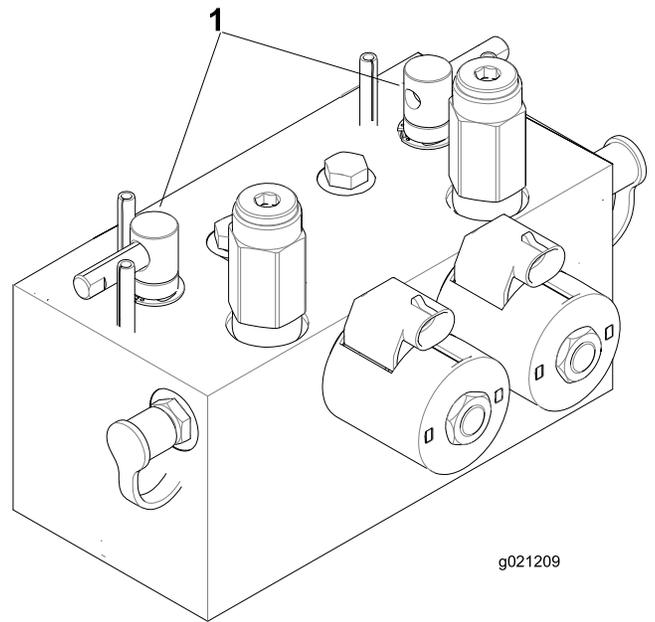

图79
2. 松开并提起座椅，露出倒磨控制杆（图79）。
5. 选择前、后或同时两个倒磨控制杆，确定哪个装置需要倒磨（图79）。